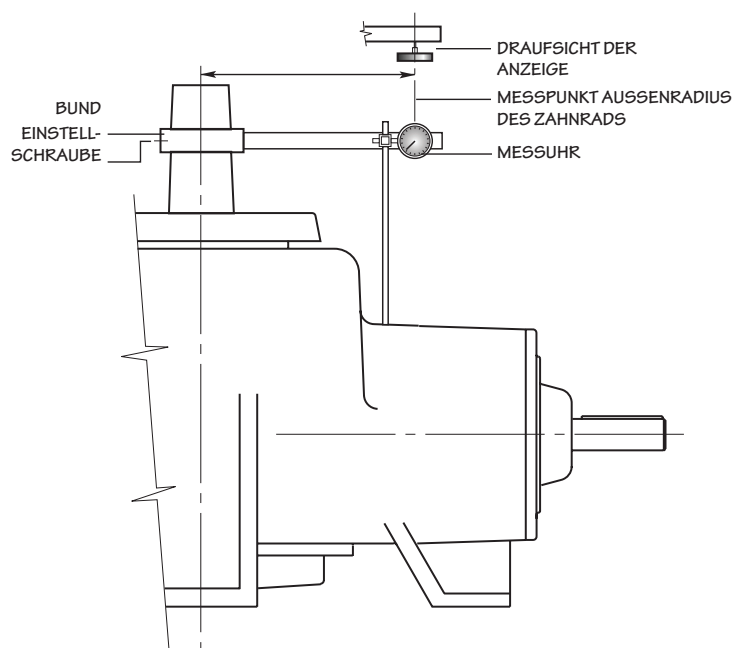

Abbildung 5 Messung des Getriebespiels
Die korrekte Montage des Getriebes ist die Grundlage für eine lange Nutzungsdauer und den reibungslosen Betrieb. Ritzel und Zahnkranz wurden in den vorherigen Schritten annähernd positioniert. Die korrekte Zahnradposition ergibt sich aus dem Getriebespiel. Prüfen Sie an dem mit „X“ markierten Zahn des Ritzels zwischen den mit „X“ markierten Zähnen des Zahnkranzes das Spiel mit einer Messuhr gemäß Abb. 5. Arretieren Sie die Ritzelwelle, damit sich diese nicht dreht. Die Bewegung der Lüfterwelle, gemessen in einem Abstand, der dem Außenradius des Zahnkranzes entspricht, ist gleich dem Spiel. Das Spiel muss bei allen Übersetzungen zwischen 0,007 und 0,014" (0,18 und 0,36 mm) betragen. Bei anliegendem Zahn „X“ muss das Spiel ungefähr in der Mitte des zulässigen Bereichs liegen. Prüfen Sie das Spiel an drei weiteren Punkten rund um den Zahnkranz, um sicherzustellen, dass es sich im definierten Rahmen bewegt. Passen Sie den Zahnkranz axial an, indem Sie Scheiben (420) an der unteren Lagerkappe entfernen oder hinzufügen.